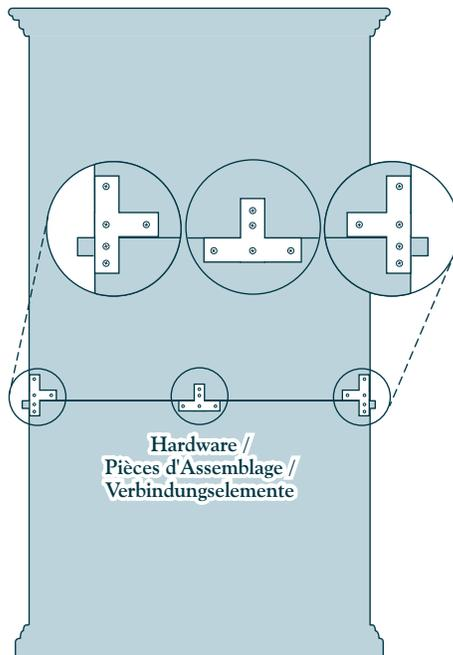

fig. 1 / Bild 1
2. Three T-shaped hardware pieces are provided. Line up hardware pieces with the pre-drilled holes as shown. (fig. 1) Screw into place, securing units together.
2. Trois pièces d'assemblage en forme de T vous sont fournies. Placez ces pièces sur les trous déjà percés. (fig.1) Vissez l'ensemble pour réunir les deux éléments.
2. Es wurden 3T-förmige Verbindungselemente mitgeliefert. Halten Sie die Verbindungselemente auf Höhe der vorgebohrten Löcher an (Bild 1) und drehen Sie die Schrauben ein und ziehen diese fest, so dass die beiden Teile fest miteinander verbunden sind.